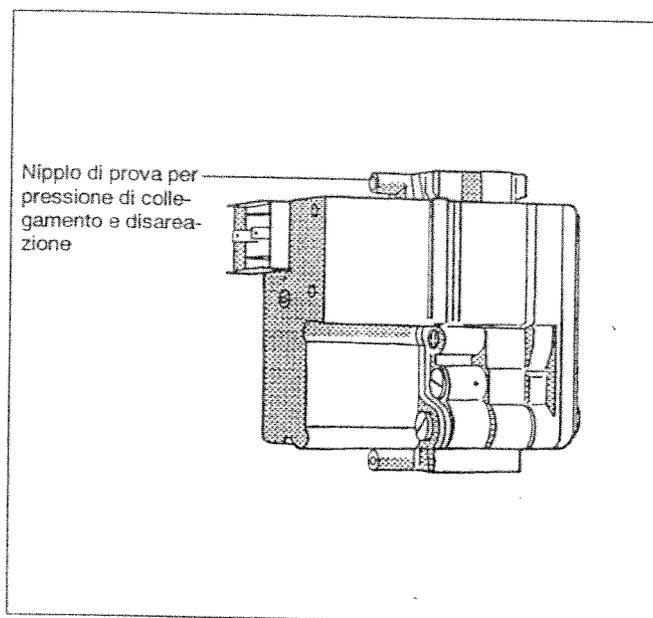
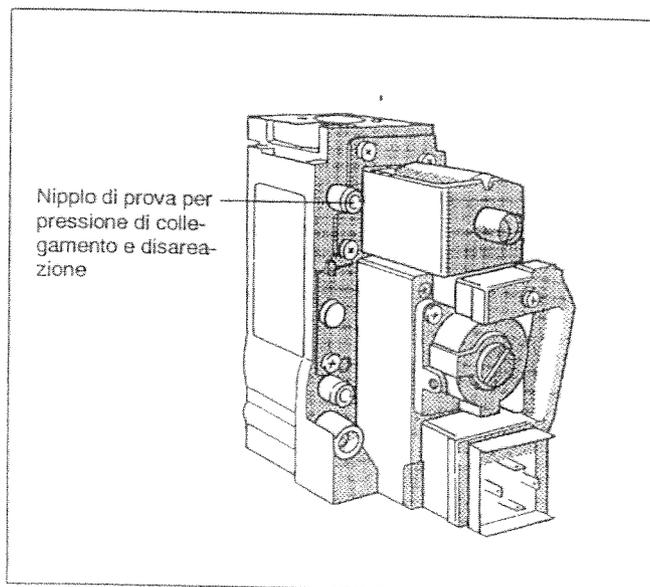

Fig. 14: Apparecchiatura gas del bruciatore "BM" 762-012
Fig. 15: Apparecchiatura gas del bruciatore "Honeywell" VR 4601
- Disareare la condotta di alimentazione del gas: Allentare di due giri la vite di chiusura del nipplo di prova per la pressione di collegamento e la disareazione nell'apparecchiatura gas del bruciatore (Fig. 14 o Fig. 15). Quando tutta l'aria sarà fuoriuscita, serrare nuovamente la vite di chiusura del nipplo di prova.